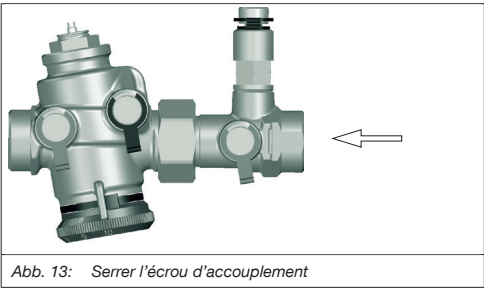

Abb. 13: Serrer l'écrou d'accouplement
- Serrer l'écrou d'accouplement (voir Abb. 13).